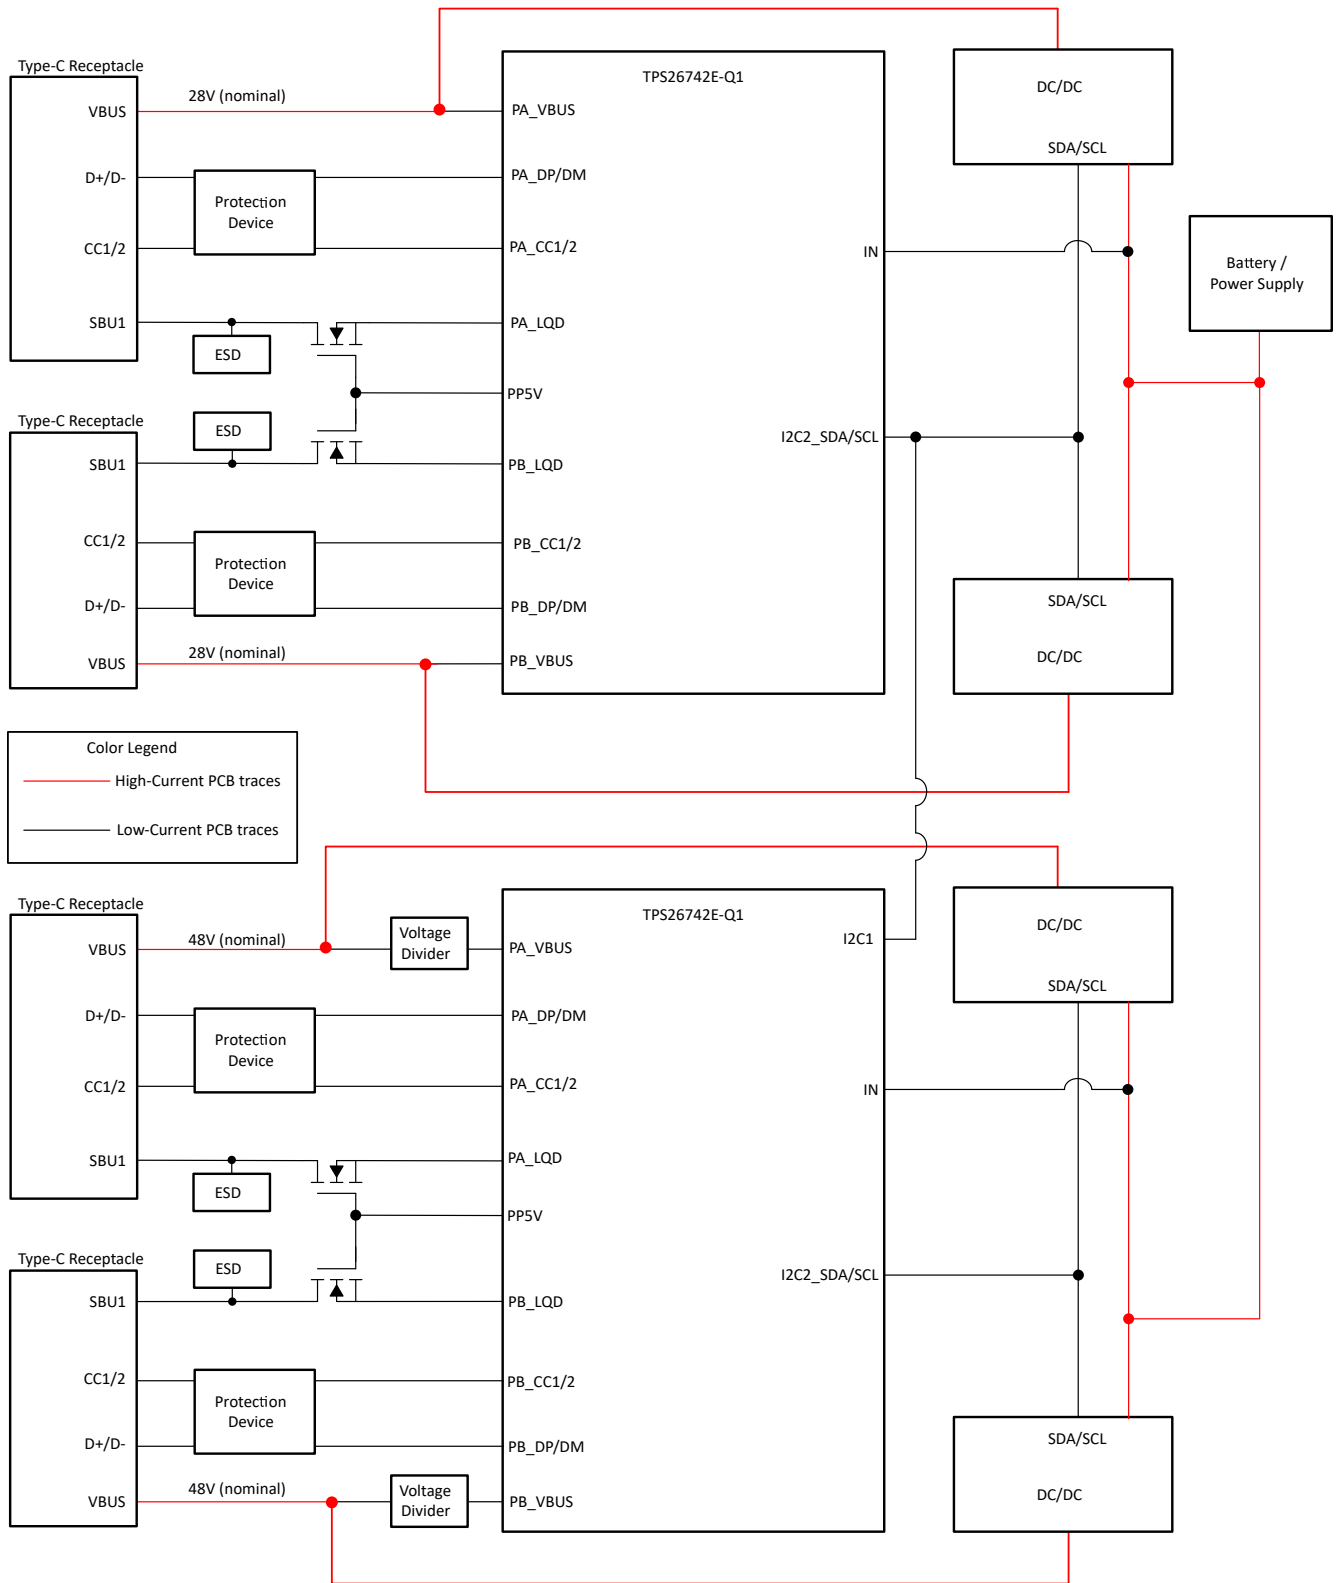

図 9-2. デュアルポート EPR チャージャ
**図 9-2** は、2 つの TPS26742E-Q1 を接続して 4 ポート システムを構成する例を示しています。TPS26742E-Q1 は I2C2 を使用して外部 DC/DC を制御し、各ポートに必要な電圧や電流を個別に供給します。この TPS26742E-Q1 には、DC/DC と同じバッテリー/電源に接続された内部 LDO が内蔵されています。この内部 LDO は、eMarker を読み取るために必要な VCONN 向け電流も供給します。